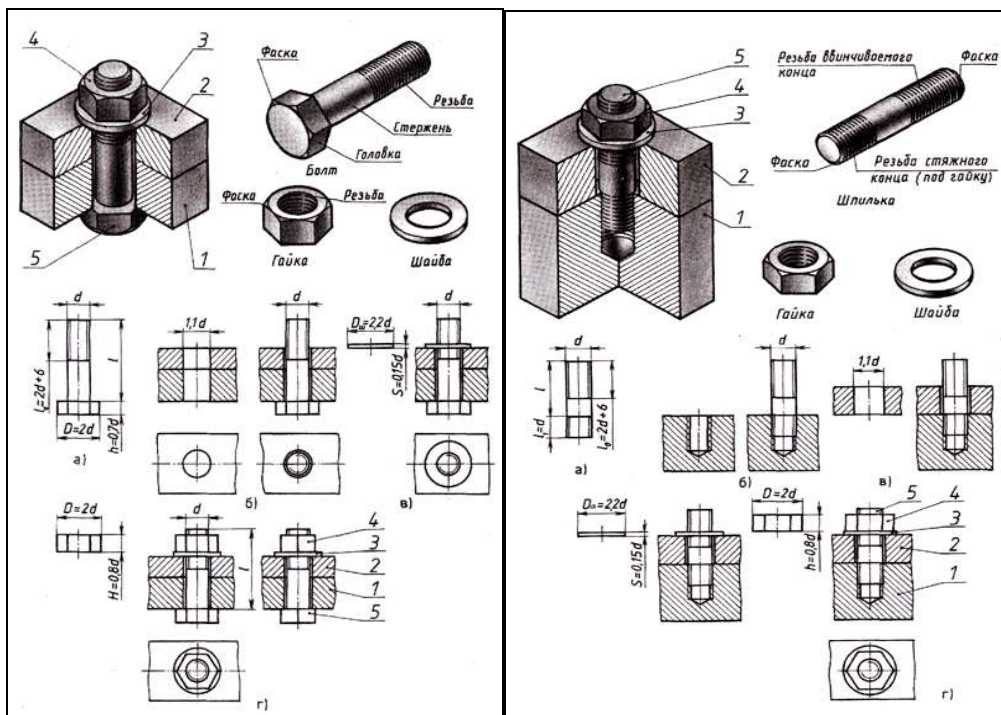

Рис.38,б Соединение болтом и шпилькой
3. **Соединение деталей шпилькой** применяют тогда, когда в одной из соединяемых деталей в связи с её конструктивными особенностями нельзя или нецелесообразно сверлить сквозные отверстия. В соединение шпилькой входят: шпилька, шайба и гайка (рис.38,б).
Остальные размеры шпилечного соединения рассчитывают по приведенным условным соотношениям (рис.38,а)